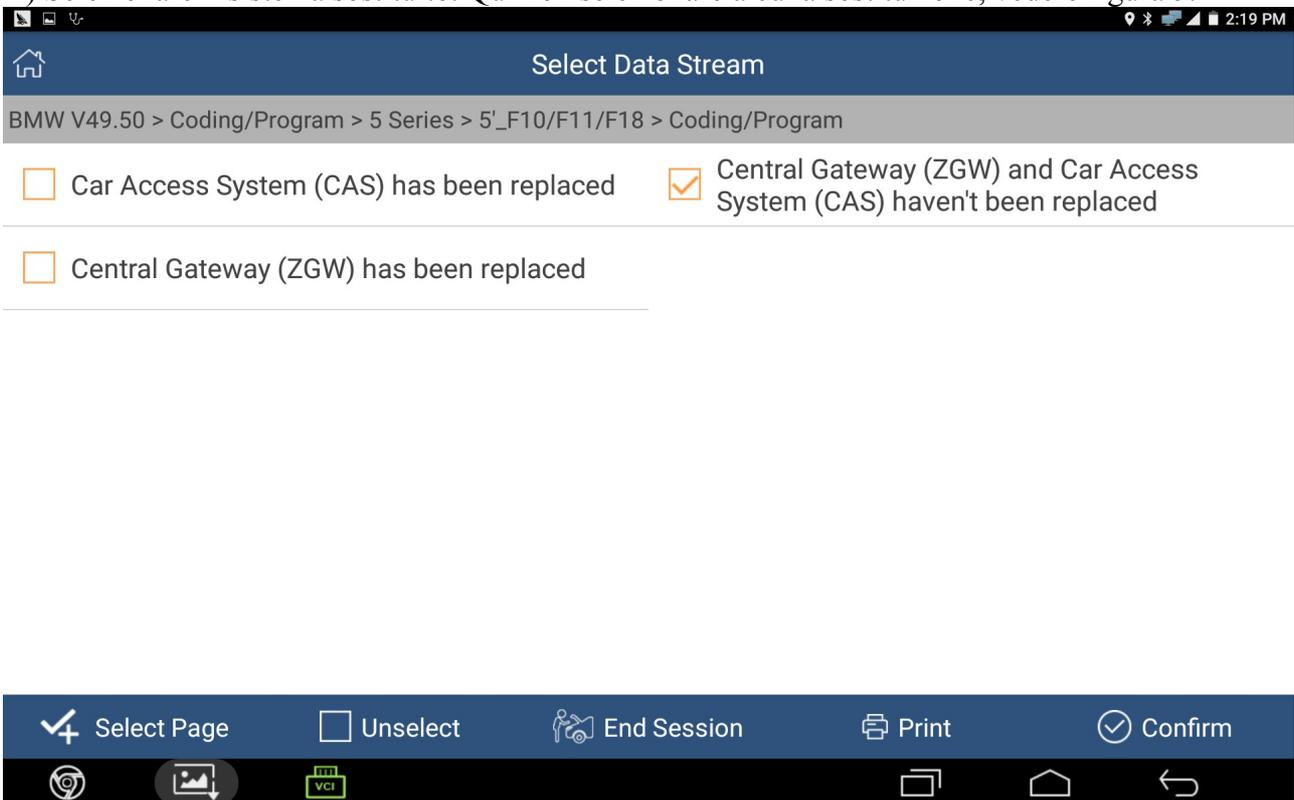

Figura 5
H) Selezionare il sistema sostituito. Qui non selezionare alcuna sostituzione, vedere figura 5.